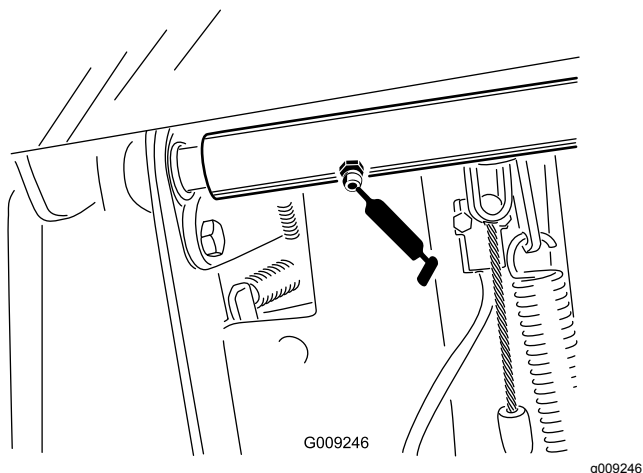

Figura 64
- 2 cuscinetti orientabili dell'albero del freno (Figura 64)